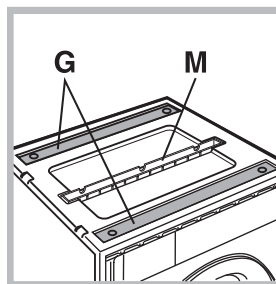

Fig. 10
Vous trouverez à l'intérieur du couvercle en polystyrène (*fig. 10*): 2 traverses (G); 1 listel (M); et à l'intérieur du tambour : 4 pieds supplémentaires (H); 4 vis (I); 4 vis (R); 4 écrous (L); 2 supports pour la base (Q).